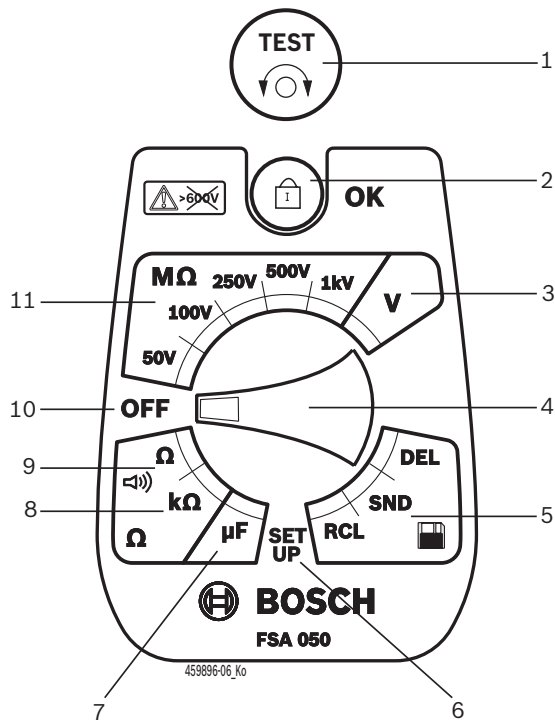

Fig. 2: Commutateur rotatif/touches
- Positionner le commutateur rotatif sur <SETUP> (fig. 2, pos. 6).
- Appuyer pendant environ 2 secondes sur <TEST> (fig. 2, pos. 1).
- Appuyer sur </OK> pour enregistrer la valeur souhaitée (fig. 2, pos. 2).